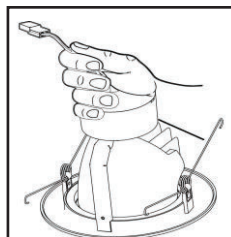

Figure 5
NE LAISSEZ PAS LE MODULE PENDRE SANS SUPPORT PAR LES CONNECTEURS ORANGES. (Figure 5)
4. Branchez le connecteur orange du module dans le connecteur orange compatible récemment installé dans le boîtier encastré. Poussez les fils et les connecteurs compatibles vers le haut dans le boîtier encastré. **NE LAISSEZ PAS LE MODULE PENDRE SANS SUPPORT PAR LES CONNECTEURS ORANGES.** (Voir figure 5)